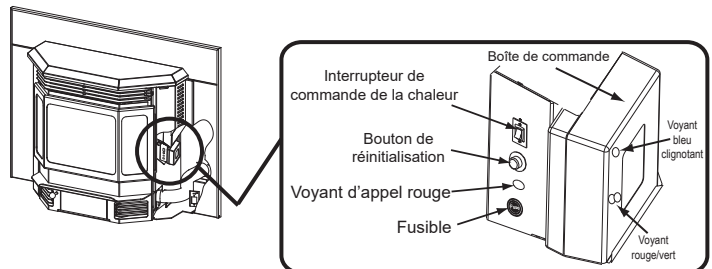

Figure 10.1
L'appareil fonctionne comme la plupart des chauffages modernes : dès que le thermostat le lui commande, il se met en marche et diffuse de la chaleur automatiquement. Quand la pièce atteint la température réglée sur le thermostat mural, le voyant d'appel rouge s'éteint et le foyer s'arrête (**Figure 10.1**).
3. Localisez l'interrupteur d'enclenchement du chauffage situé sur le côté inférieur droit de la boîte à feu, devant le panneau d'accès droit. Réglez-le sur HAUT, puis réglez le thermostat sur la température maximum. Le voyant d'appel rouge s'allume (il est situé à l'avant de la boîte de jonction, derrière le panneau d'accès gauche). Cela indique que le thermostat effectue un appel de chaleur (**Figure 10.1, page 10**).
3. Le poêle peut parfois brûler tout le combustible et s'arrêter automatiquement. Dans ce cas, le voyant d'appel rouge sera allumé (**Voir la Figure 10.1, page 10**). Pour le remettre en marche, remplissez la trémie et pressez le bouton de réinitialisation. Le voyant d'appel rouge s'éteint quand vous pressez le bouton de réinitialisation. Relâchez le bouton et le voyant se rallumera. Vous devez voir des flammes apparaître après un court instant. Si ce n'est pas le cas, suivez les instructions de la rubrique « Allumage de votre premier feu » à la page 11.